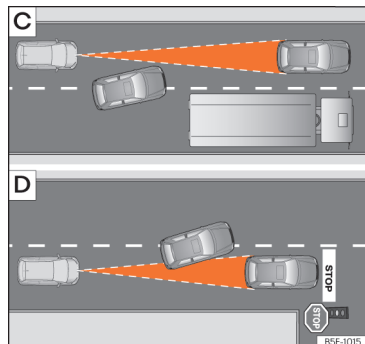

Abb. 134 [C] Fahrspurwechsel eines anderen Fahrzeugs. [D] Abbiegendes und weiteres stehendes Fahrzeug.
- Fahrzeuge, die in geringem Abstand auf die eigene Fahrspur wechseln »» (Abb. 134) [C].
Es ist möglich, dass ACC nicht auf stehende Fahrzeuge reagiert. Wenn z. B. ein von der ACC erfasstes Fahrzeug abbiegt oder ausschert und sich vor diesem Fahrzeug ein stehendes Fahrzeug befindet, reagiert ACC nicht auf das stehende Fahrzeug »» (Abb. 134) [D].